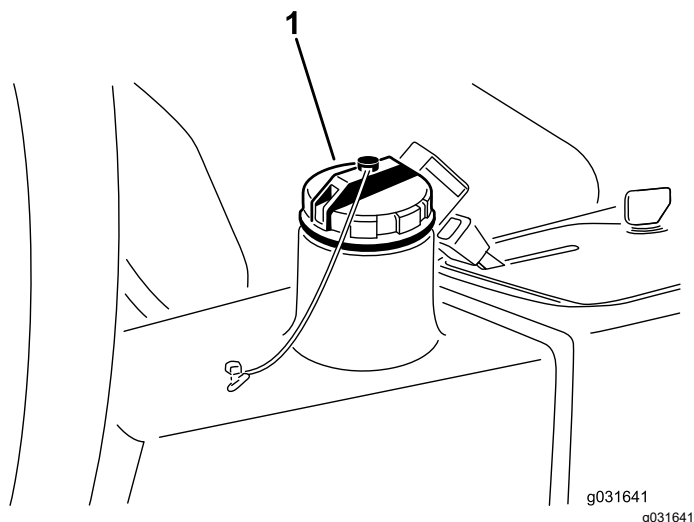

Figura 66
4. Riempite il serbatoio idraulico (Figura 66) con circa 13,2 litri di fluido idraulico; fate riferimento a Specifiche del fluido idraulico (pagina 58) e Controllo del livello del fluido idraulico (pagina 59).